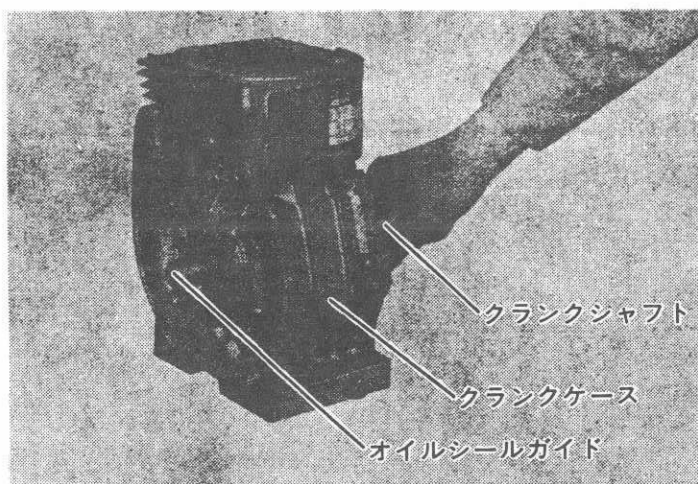

Fig 5-3-1
- (a) クランクシャフトオイルシールガイドをクランクシャフト先端に組付け Fig 5-3-1 の様にしてクランクケースに組付けます。